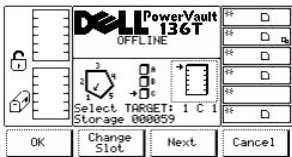

Figure 37. Command > Move > Position Picker > Dialogue Change Slot
- 1 Si la touche de fonction **Next** est enfoncée, le paramètre source actif passe de magazine à slot et le dialogue Change Slot s'affiche. Reportez-vous à la Figure 37.